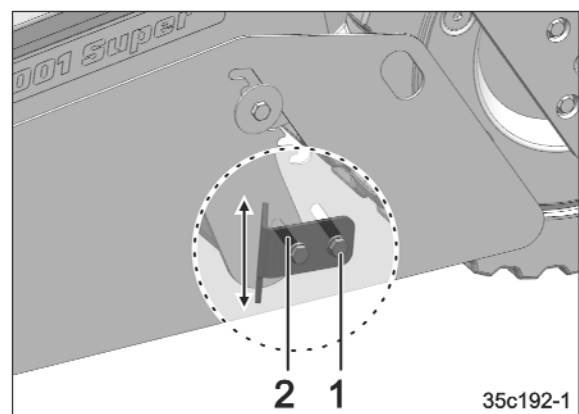

Fig. 112
1. Soltar los tornillos (Fig. 112/1).
2. Colocar el ángulo de desviación de la tierra (Fig. 112/2) en la posición deseada.